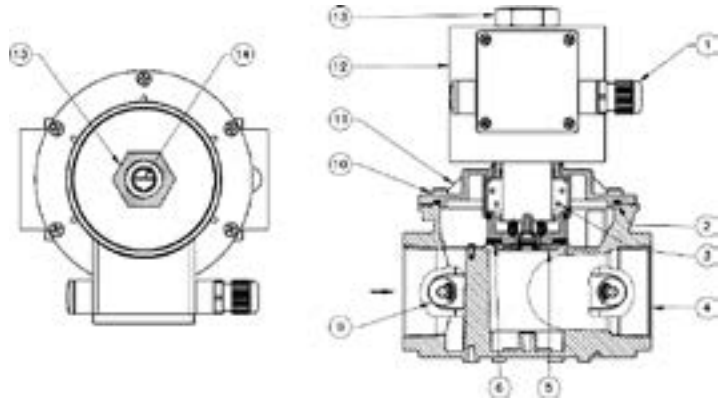

Рис. 1
Клапан рис. 1 состоит из: электрический коннектор (1); верхнее уплотнительное кольцо (2); пружина запирающего механизма (3); корпус (4); затвор (5); уплотняющая прокладка (6); фильтрующий элемент (9); винты крепления крышки (10); крышка (11); электромагнитная катушка (12); гайка крепления электромагнитной катушки (13); винт управления расходом (только в версиях с механическим регулятором расхода) (14).